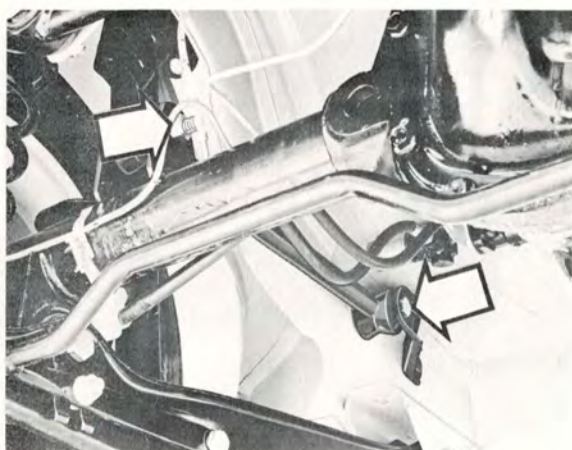

Bild 7-18.
2. Skruva loss staget från vagnen (bild 7-18).